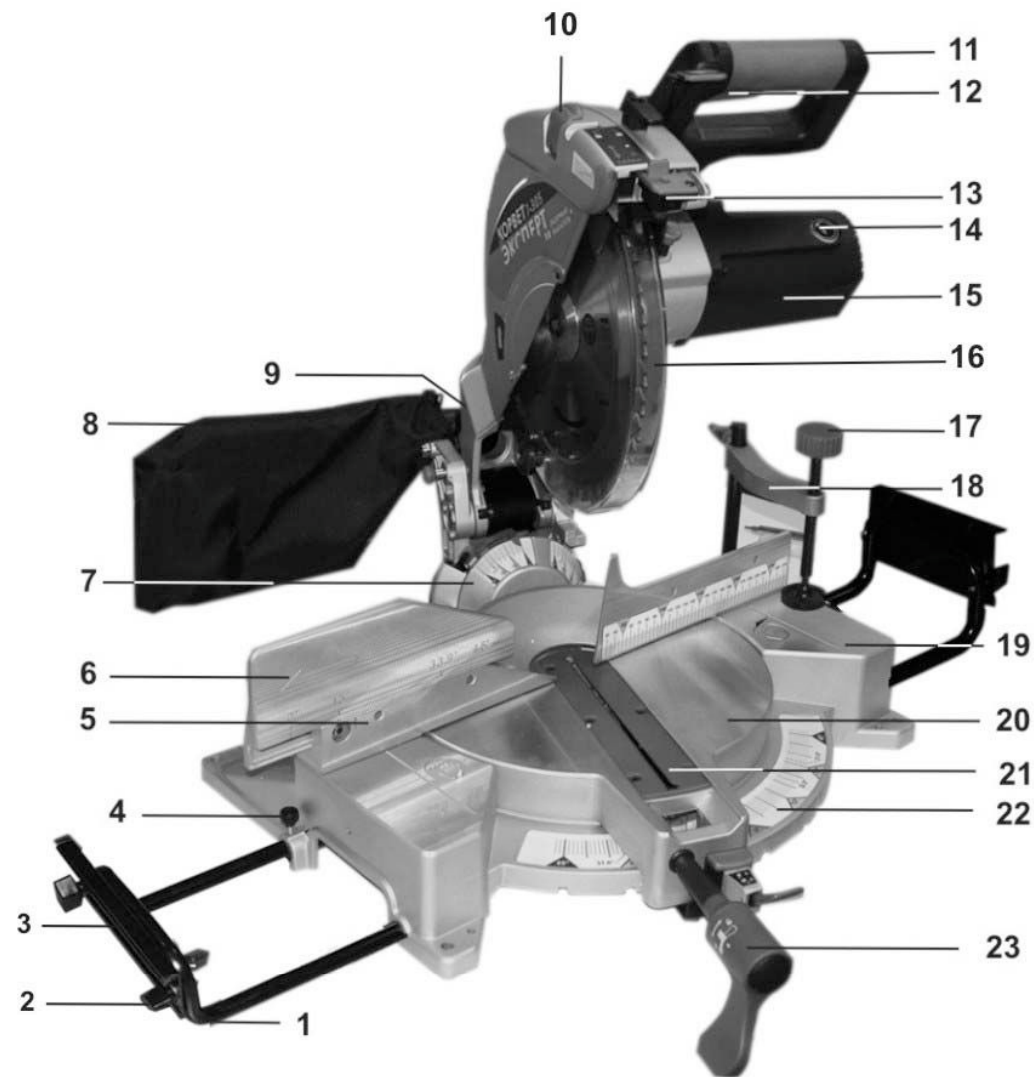

Рис.2
10.1.1. Ваша пила в упаковочной коробке находится в фиксированном транспортном положении. Для того, чтобы пилу перевести из транспортного положения в рабочее, необходимо слегка надавить на ручку (11) и одновременно отжать ручку фиксированного положения (37). Удерживая ручку (1), переместите в верхнее положение, Рис. 2,8.
10.1.5. Для установки угла наклона пиления заготовки, необходимо ручку (11) перемещать влево до совмещения шкалы (7) и указателя (38) до значения выбранного угла. Для установки угла наклона $33,9^{\circ}$ в фиксированном положении необходимо ручку (41) перевести в утопленное положение для установки угла больше $33,9^{\circ}$. Ручку (41) необходимо выдвинуть до крайнего положения. Удерживая ручку (11), поворотом по часовой стрелке ручки (23) зафиксируйте выбранное положение, Рис. 2,8,9,10.
10.2. Перемещение пильного диска в зону пиления заготовки, Рис. 2,3